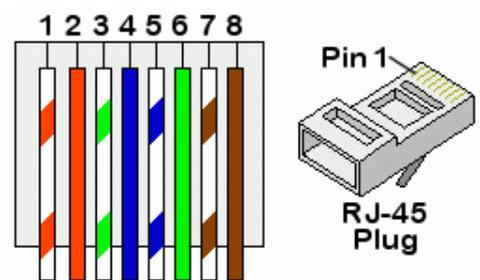

Abbildung 10 - Pinbelegung Steckverbinder RJ45
- 2) Abbildung 10 die Pinbelegung des RJ45-Steckverbinders angegeben.